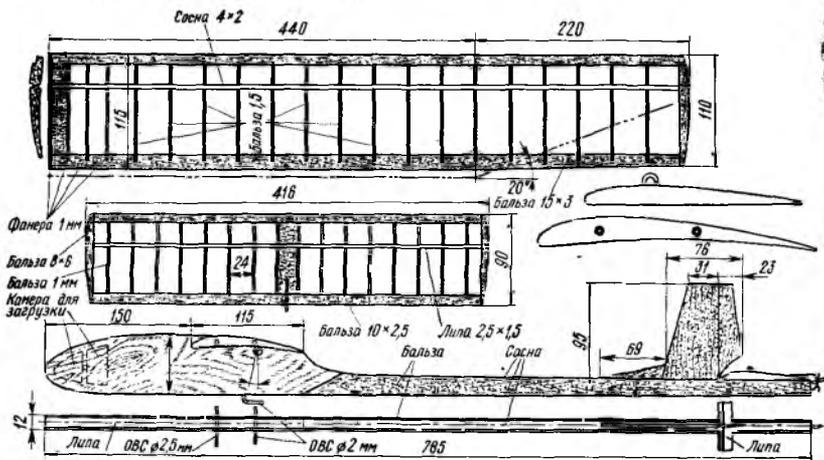

Рис. 26. Модель планера А-1 «Пионер»
**Модель планера А-1 «Пионер»** (рис. 26). Данный планер относится к категории спортивных моделей и существенно отличается от описанных ранее. С ним можно выступать на соревнованиях почти всех рангов и выполнять нормативы для присвоения спортивных разрядов. Разумеется, изготовление такой модели под силу лишь авиамоделистам, имеющим опыт конструирования и определенные навыки в работе. Для постройки планера А-1 применяется дефицитная древесина — бальза. Но это не должно отпугивать желающих ее сделать. Бальзу можно заменить липой, ольхой или кедром, для нервюр применить шпон толщиной 0,4—0,6 мм, уменьшить сечение кромок. Для некоторых элементов использовать пенопласт.